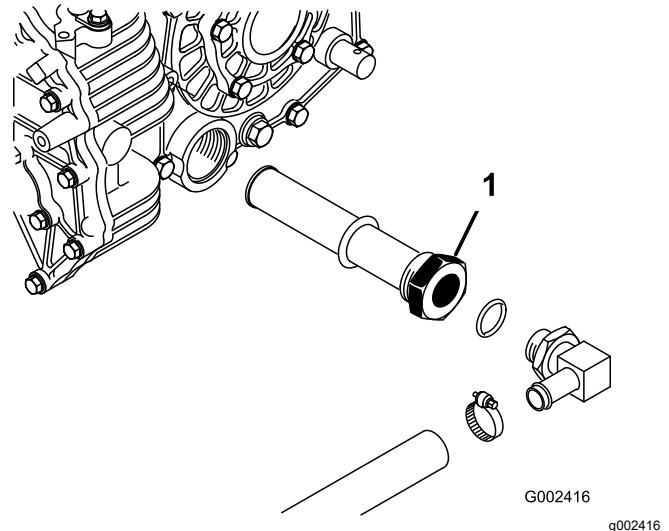

Bild 71
5. Achten Sie auf die Ausrichtung des Hydraulikschlauches und des 90°-Anschlussstückes, das an der Seite des Behälters befestigt ist (Bild 71).